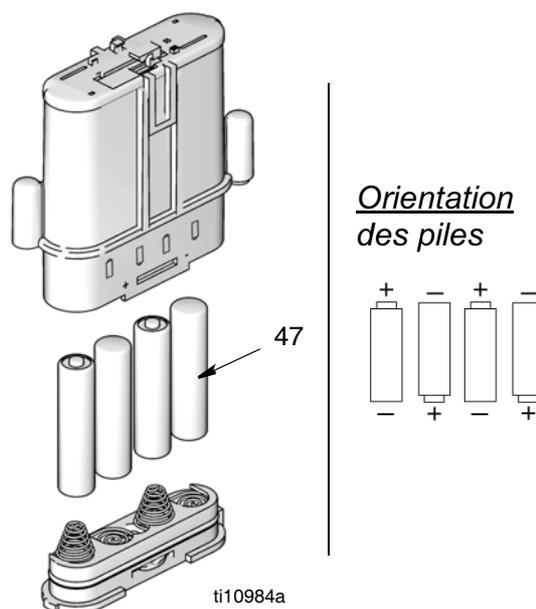

FIG. 37
<ul style="list-style-type: none"> N'utiliser que des piles de taille et type mentionnés dans ce manuel. <p>Il faut des piles qui ont une durée de vie suffisante :</p> <ul style="list-style-type: none"> Energizer E91 <ul style="list-style-type: none"> Faire attention à la polarité lors de la mise en place des piles dans le compartiment des piles (FIG. 37). L'inversion des piles peut endommager le compteur. Ne pas mélanger des piles de différents types ou des piles usées avec des piles neuves. Toujours remplacer les 4 piles par 4 piles neuves.
- Placer de nouvelles piles. Voir la FIG. 37 pour l'orientation des piles.